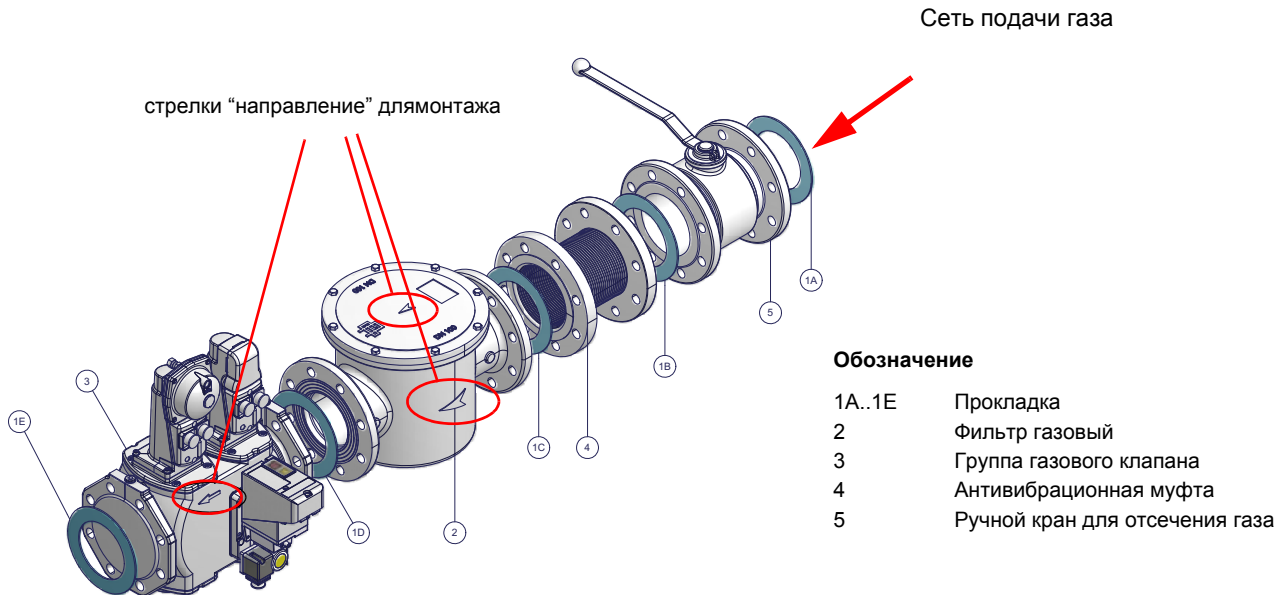

Рис. 2 - Пример газовой рамп
- 1 - б) при фланцевых соединениях: между соседними компонентами устанавливать прокладку (1A..1E - Рис. 2), совместимую с используемым газом,
ВНИМАНИЕ: после монтажа газовой рамп согласно схеме на Рис. 2, необходимо провести тестирование на герметичность газового контура, согласно требований действующих нормативов.